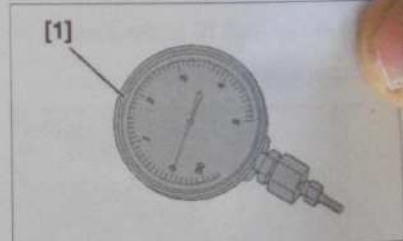

Fig. 34
- [1]. Manomètre gradué de 0 à 4 bars (réf : 1503-AZ) (Fig.34).